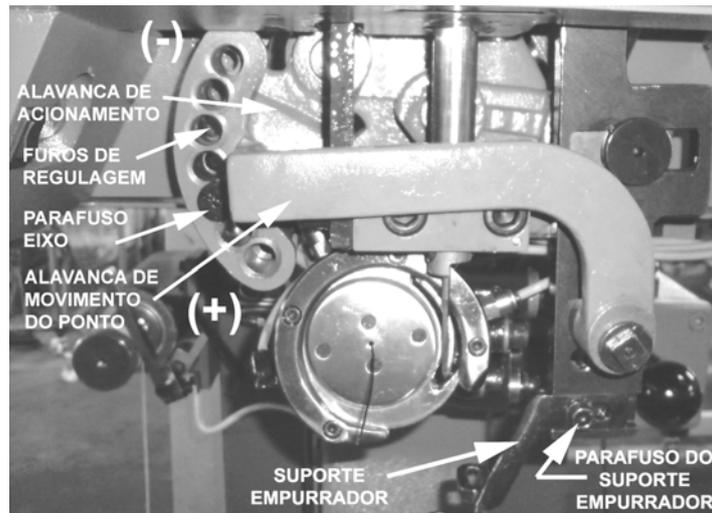

Figura 8
- ✓ Retire o parafuso eixo (figura 8) e coloque-o em um dos furos abaixo (para aumentar o tamanho do ponto) ou em um dos furos acima (para diminuir o tamanho do ponto);